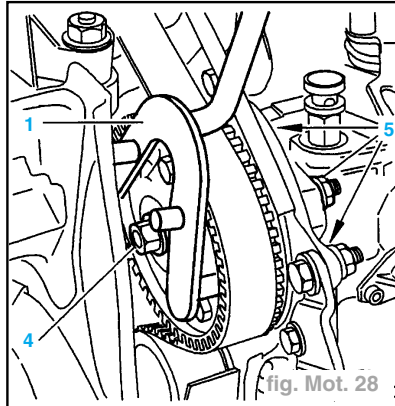
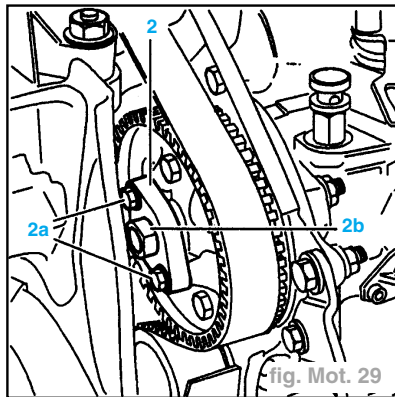

fig. Mot. 28
fig. Mot. 29
- Déposer (fig. Mot. 28) :
- les écrous de fixation (5) de la pompe d'injection, à l'aide d'une clé polygonale demi-lune genre Facom 57.
- A l'aide de l'outil (1) 6016-T : desserrer l'écrou de fixation (4) du pignon de pompe.
- Poser l'outil (2) 6028-T sur le pignon de la pompe (fig. Mot. 29).
- Reposer : les écrous de fixation (5) de la pompe d'injection sans les serrer (fig. Mot. 28).
- les écrous de fixation (5) de la pompe d'injection (fig. Mot. 28).
- les écrous de fixation (5) de la pompe d'injection (couple de serrage **5 daN.m**).